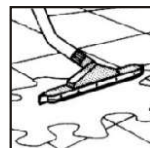

FIGURA 9
- 1.10 Exemplo de uso do rodo de borracha para sucção de líquidos e secagem (Figura 9);